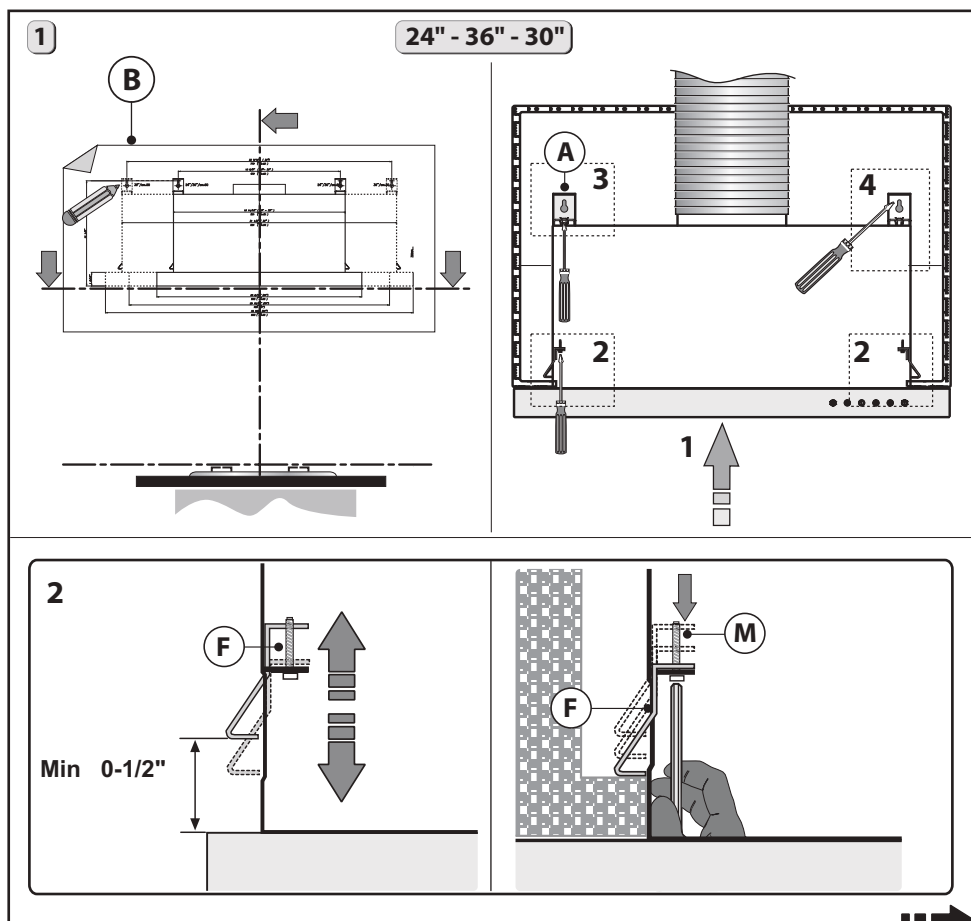
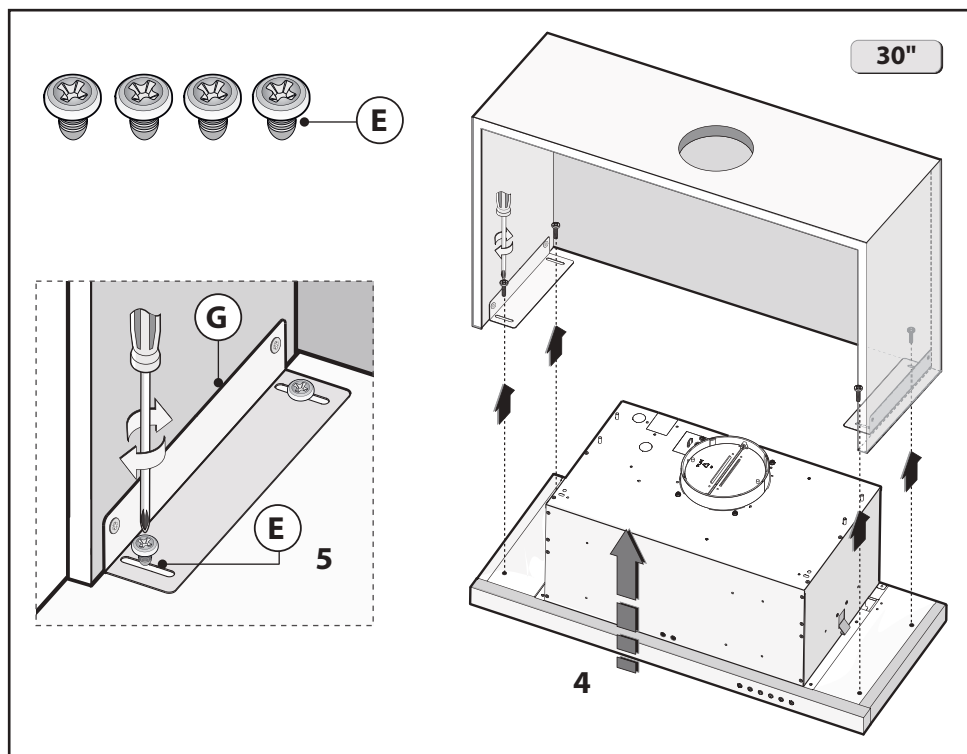

Fig.4
Fig.6
Marquer les points de référence où les étriers A doivent être fixés à l'armoire, comme indiqué à la Fig. 4.
2 - S'assurer que la profondeur de l'armoire correspond aux dimensions indiquées à l'étape 2 de la Fig. 4..
3 - Insérer la hotte dans l'armoire. S'assurer que les ressorts F situés de chaque côté sont bien appuyés puisqu'ils soutiendront le poids de la hotte. Fixer la hotte aux armoires à l'aide des vis M, puis serrer jusqu'à ce que la hotte soit fermement appuyée contre l'armoire (étape 2 de la Fig. 4).
4 - Retirer le pivot Y de l'étrier A, puis jeter le pivot Y. Placer ensuite l'insert X sur la fente de l'étrier A, comme indiqué à l'étape 3 de la Fig. 4.
- Retirer le pivot Y de l'insert X, puis jeter le pivot Y. Placer ensuite l'insert X sur la fente de l'étrier A, comme indiqué à l'étape 3 de la Fig. 4. Appairer les vis C aux rondelles L, puis fixer l'étrier A aux armoires (étape 3.1 de la Fig. 4) sans serrer les vis complètement afin que l'étrier glisse d'avant en arrière.
- Serrer la vis D aux armoires, voir l'étape 4 de la Fig. 4. .
- Une fois la hotte solidement fixée aux armoires, ajuster l'entretoise L à l'aide des vis P afin que la hotte soit alignée avec l'arrière des armoires (Fig. 4, étape 5).
3 - Vérifier que la profondeur des armoires correspond aux requis énoncés à l'étape 2 de la Fig. 4.
4 - Insérer la hotte dans l'armoire. S'assurer que les ressorts F situés de chaque côté sont bien appuyés. Fixer la hotte à l'armoire à l'aide d'un tournevis et des vis M jusqu'à ce qu'elle soit appuyée fermement contre l'armoire (Fig. 4, étape 2).
5 - Fixer la hotte à la tablette de support comme illustré à la Fig. 5, étape 6, puis ajuster l'entretoise L à l'aide des vis P afin de combler l'espace entre la hotte et le derrière des armoires (Fig. 4, étape 5).
Ce modèle peut être soutenu par les côtés dans les armoires à l'aide des 2 étriers B (Fig. 6 près des étapes 3-4, indiqué à la Fig. 4).
1 - Placer le gabarit B sur les armoires selon les dimensions indiquées aux Figs.1 et 2 tout en respectant la distance minimale de la hotte par rapport à la surface de cuisson. Marquer les points de référence où les étriers A doivent être fixés à l'armoire, comme indiqué à la Fig. 6.
2 - Placer le gabarit E sur le côté des armoires et s'assurer que la ligne correspond à celle ayant été tracée à l'étape 1 de la Fig. 6.
3 - Marquer et percer les 4 trous (Fig. 6, étape 2).
- Fixer les deux étriers G aux armoires au moyen des vis D (Fig. 6, étape 3).
- Fixer la hotte aux étriers G à l'aide des 4 vis E (Fig. 6, étapes 4-5).
- Appairer les vis C aux rondelles L, puis fixer l'étrier A aux armoires (étape 3.1 de la Fig. 4) sans serrer les vis C complètement avant que l'étrier s'appuie fermement contre les armoires (Fig. 4, étape 3.2). Une fois le tout bien ajusté, fixer fermement l'étrier à la hotte (Fig. 4, étape 3.3).
- Serrer la vis D contre les armoires comme indiqué à l'étape 4 de la Fig. 4.
soit alignée avec le derrière des armoires (Fig. 4, étape 5).